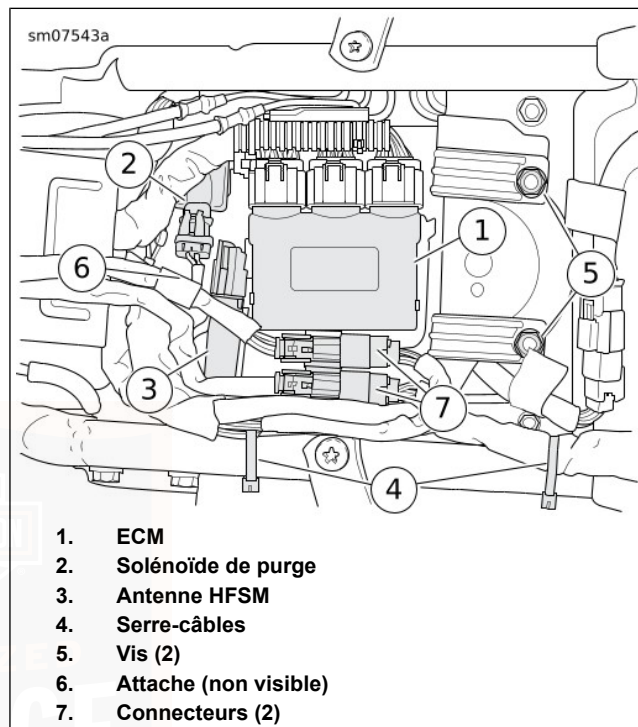

Figure 61. Boîtier supérieur
2. Voir Figure 61 . Détacher l'ECM (1) du boîtier supérieur. Le mettre de côté.
3. S'il est présent, déplacer le solénoïde de purge (2) vers l'avant pour le dégager du boîtier supérieur.
4. **Modèles avec système de sécurité** : Dégager l'antenne du HFSM (3) du boîtier supérieur et l'écarter.
5. Détacher les connecteurs (7) des ancrages sur le boîtier supérieur.
6. Retirer les fixations (5).
7. Couper les serre-câbles (4). Déplacer les faisceaux pour obtenir plus de dégagement pour le boîtier supérieur.
7. Voir Figure 61 . Mettre le boîtier supérieur en place et engager le loquet sur le support de fixation.
8. Fixer le boîtier supérieur à la traverse de cadre avec les fixations (5). Serrer.